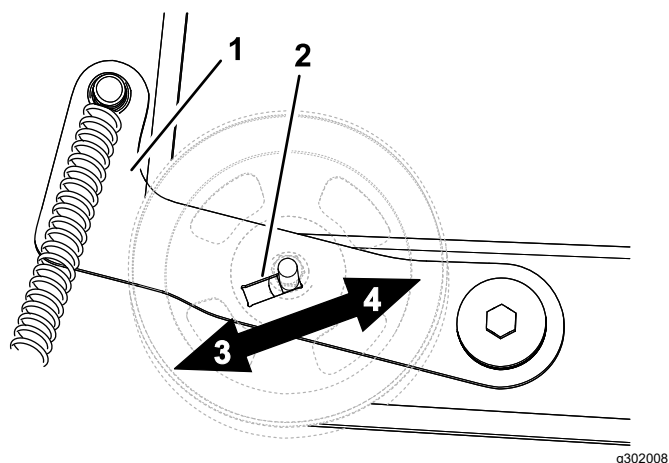

Figura 56
5. Ajuste la polea en la ranura según sea necesario (Figura 56).